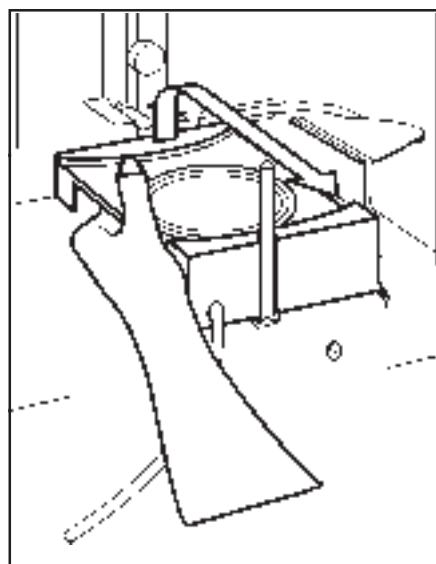

Fig.13: Het demonteren van het zeefhuis
7. Trek het zeefhuis aan de voorkant omhoog en uit de automaat (zie fig. 13).